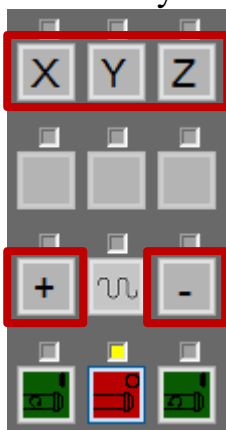

Рис.100. Кнопки выбора оси и кнопки «+», «-»
2. Выбрать ось с помощью кнопок на пульте (рис.100);
3. Нажать кнопку «+» или «-» для вывода выбранной оси в исходную точку (рис.100);